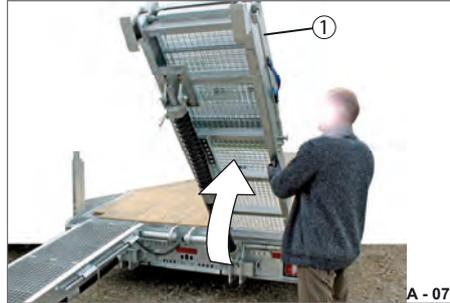

Abb. 108 Auffahrrampe zweiteilig anheben
- ▶ Auffahrrampe (Abb. 108/1) hoch in die senkrechte Position drücken. Die Gasdruckfedern oder das Federhebwerk unterstützen diesen Impuls und halten die Auffahrampen in der Senkrechten.